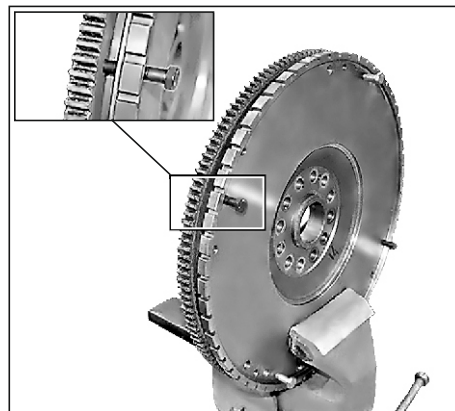

Рис. 40. Снятие зубчатого венца.
3. При необходимости замены снять венец и спрессовать его с помощью болтов М10 (см. Рис. 40).